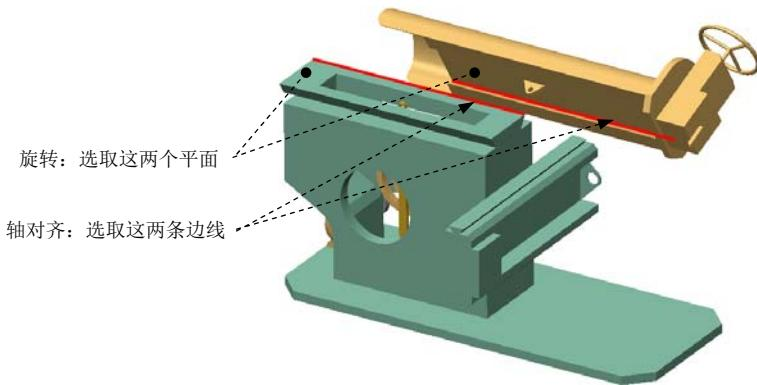

图 9.6.43 创建滑块（Slider）连接
(3) 单击操控板中的 按钮，完成连接的创建。
Step16. 引入元件 RAM.prt，并将其调整到图 9.6.43 所示的位置（在模型树中取消隐藏元件 BODY）。
(1) 在连接列表中选取 **滑块** 选项，此时系统弹出“元件放置”操控板，单击操控板菜单中的 **放置** 选项卡。
(2) 定义“轴对齐”约束。分别选取图 9.6.43 所示的两条边线为“轴对齐”约束参考，此时 **放置** 界面如图 9.6.44 所示。
(3) 定义“旋转”约束。分别选取图 9.6.43 所示的两个平面为“旋转”约束参考，此时 **放置** 界面如图 9.6.45 所示。